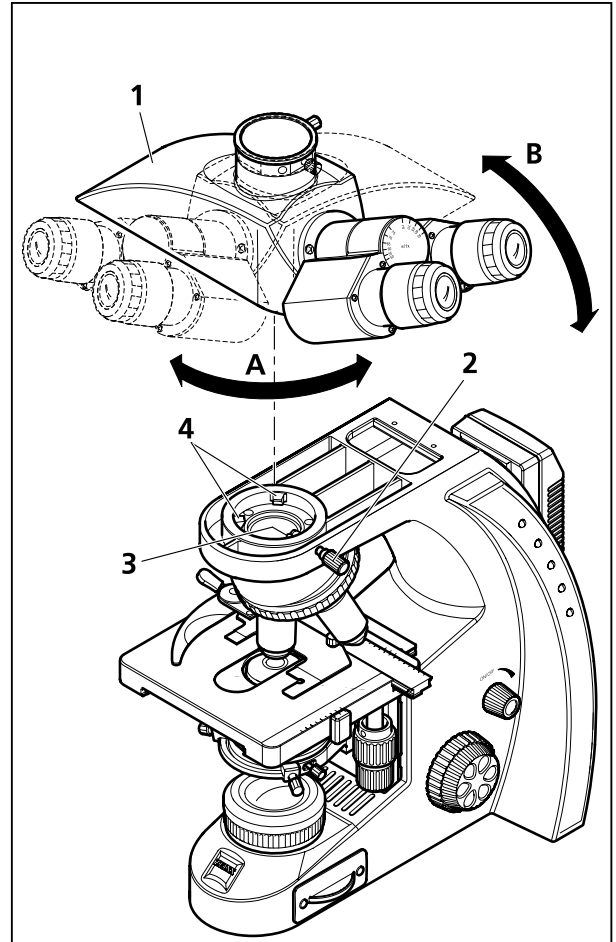

Рисунок 26 Смена тубусной насадки
- Ослабить зажимный винт (Рисунок 26/2). Повернуть тубусную насадку (Рисунок 26/1) приблизительно на 90° по часовой стрелке (Рисунок 26/A), слегка наклонить и снять её вверх уже в повернутом (правом) положении (Рисунок 26/B).
- Для монтажа тубусную насадку (окуляры должны показывать вправо) слегка наклонить и вставить насадку в штатив так, чтобы её кольцевая направляющая типа ласточкина хвоста заходила в оба посадочных места (Рисунок 26/4).
- Насадить тубус на штатив уже в горизонтальном положении. При этом вырез на нижней стороне тубусной насадки должен располагаться над третьим посадочным местом (Рисунок 26/3) штатива.
- Повернуть тубусную насадку на 45° против часовой стрелки (окуляры обращены вперед). Выставить тубусную насадку относительно края штатива и затянуть зажимный винт (Рисунок 26/2).